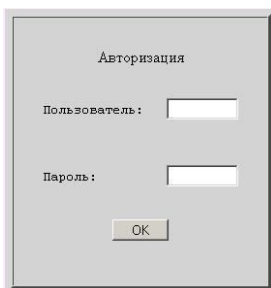

Рисунок 12.5 – Окно авторизации
13. Откроется окно авторизации рисунок 12.5